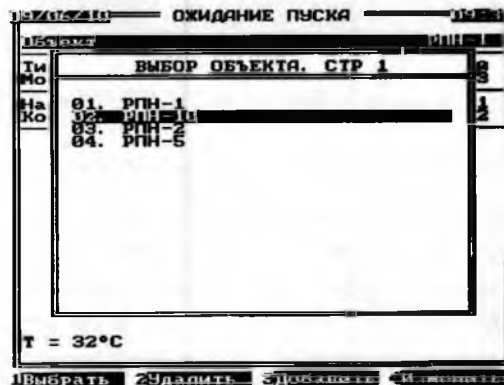

Рис.10.13. Окно списка объектов
10.4.3. Нажать кнопку **ВВОД** для занесения созданного названия в список. Кнопками ↑, ↓ выделить это название в списке (рис. 10.13) и нажатием кнопки **ВВОД** поместить его в строку **Объект**.